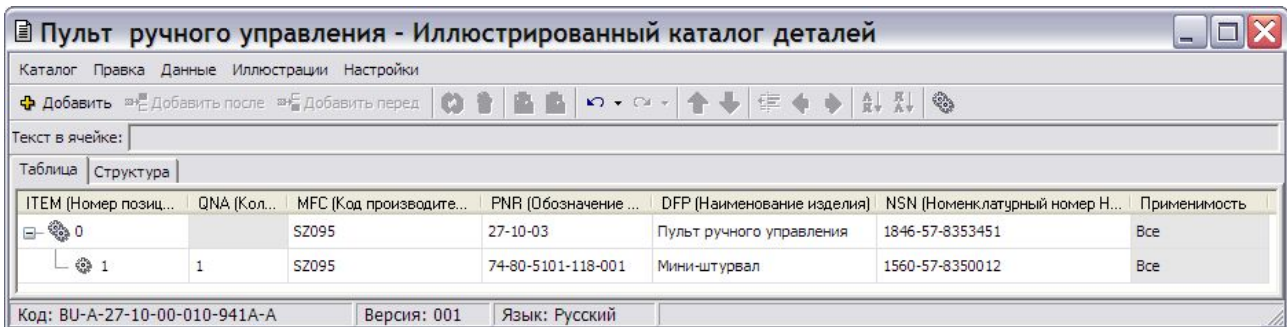

Рис. 4.19
- Заполните ячейки вложенной позиции значениями (Рис. 4.19).